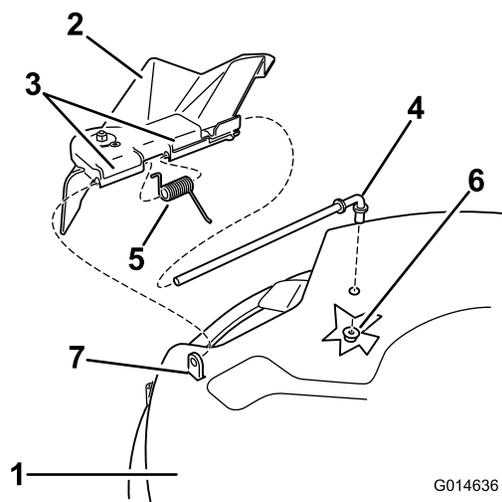
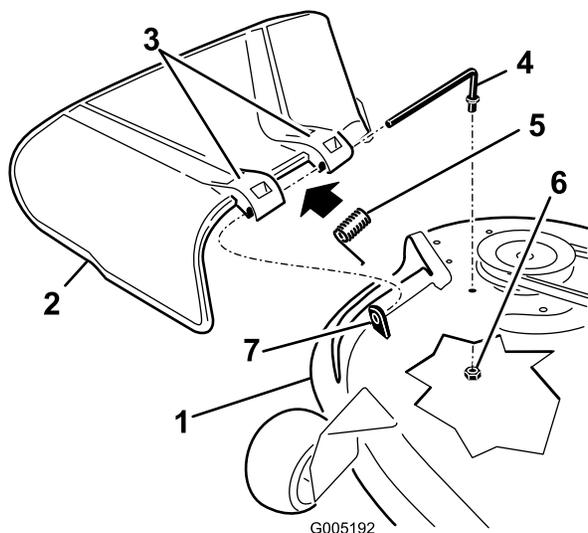

Figure 68
Figure 69
1. Retirez l'écrou ($\frac{3}{8}$ ") de la tige, sous le plateau de coupe (Figure 68 et Figure 69).
4. Remettez en place le déflecteur d'herbe (Figure 68 et Figure 69).
7. Insérez la tige dans le deuxième support du déflecteur d'herbe (Figure 68 et Figure 69).
9. Fixez l'extrémité arrière de la tige dans le plateau de coupe à l'aide d'un écrou ($\frac{3}{8}$ "), comme montré à la Figure 68 et la Figure 69.
2. Sortez la tige de la courte cheville de positionnement, du ressort et du déflecteur d'herbe (Figure 68 et Figure 69).